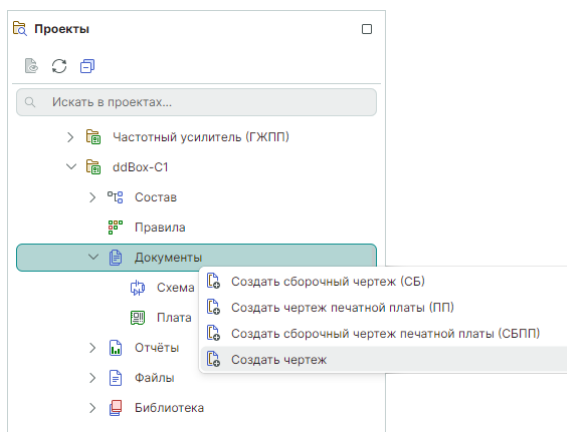

Рис. 62 Переход к созданию чертежа из дерева проекта
2. Вызовите контекстное меню и выберите пункт «Создать чертеж», см. Рис. 62.